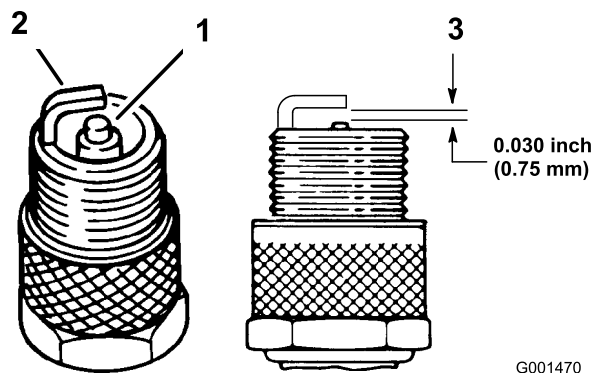

Figure 38
1. Examinez le centre des bougies (Figure 38). Si le bec de l'isolateur est recouvert d'un léger dépôt gris ou brun, le moteur fonctionne correctement. S'il est couvert d'un dépôt noir, c'est généralement signe que le filtre à air est encrassé.
3. Contrôlez l'écartement entre l'électrode centrale et l'électrode latérale (Figure 38). Courbez l'électrode latérale (Figure 38) si l'écartement est incorrect.
3. Connectez les bougies (Figure 38).